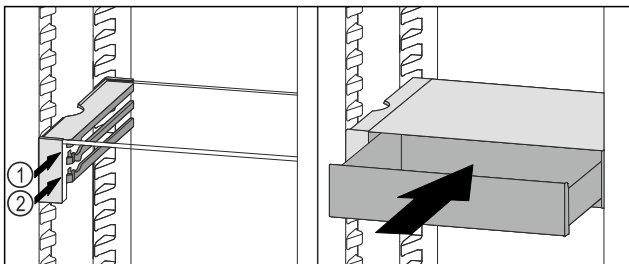

Fig. 182
- ▶ Встановити висувний ящик VarioSafe за стопорами на потрібне ребро Fig. 182 (1) або Fig. 182 (2).